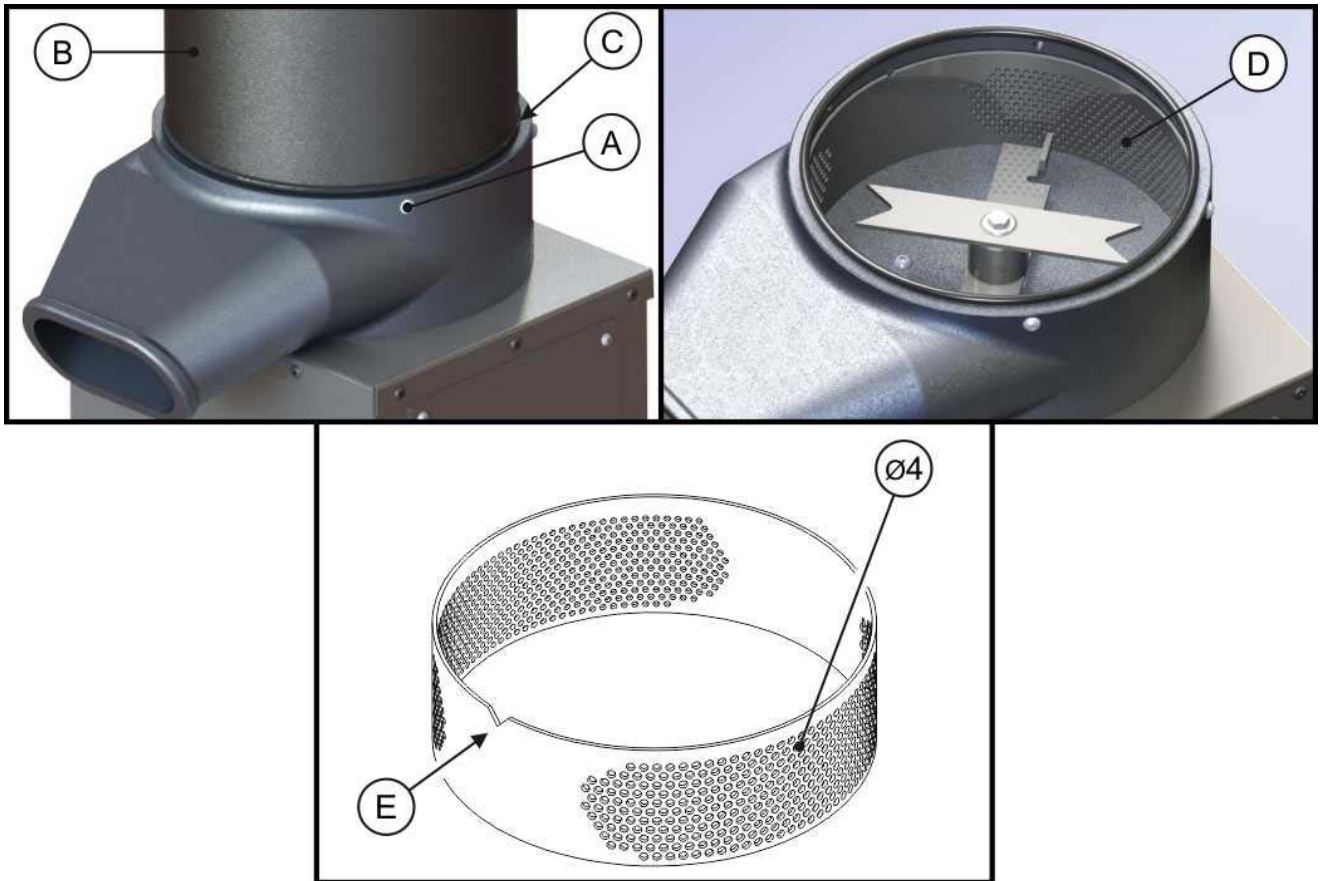

Рисунок 8
- Снять бункер поз. А, рисунок 8, как указано в предыдущем разделе.
- Установить и закрепить бункер поз. А, рисунок 8, как указано в предыдущем разделе.